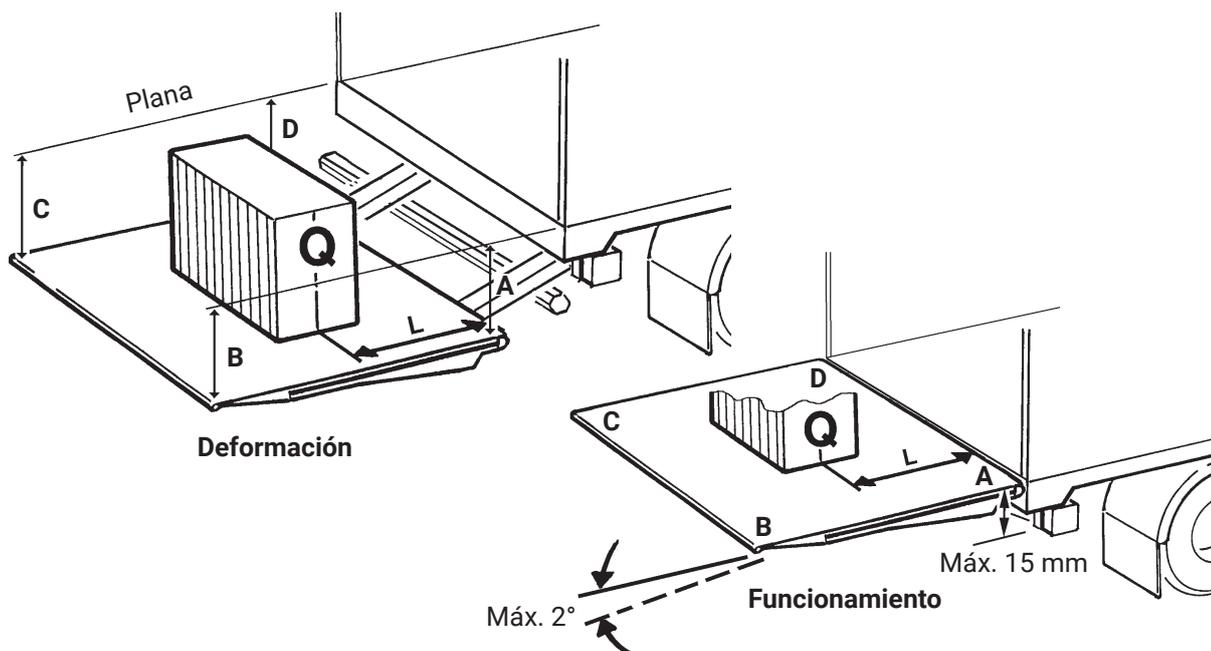

Imagen 80. Prueba y verificación
- Colocar el elevador trasero en la posición a media altura hacia el nivel de la plataforma y con la plataforma en posición horizontal. Medir las medidas comparativas A-B-C-D, como se ilustra en Imagen 80.